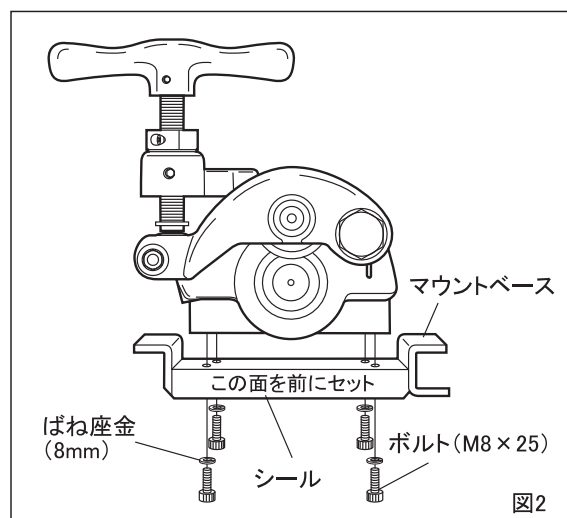

図2
① マウントベースの取り付け
- ・本体にマウントベースを付属のボルト(M8×25)とばね座金(φ8)4ヶでしっかり固定します。取り付け方向はシールで表示している面が前になるように取り付けてください。(図2)